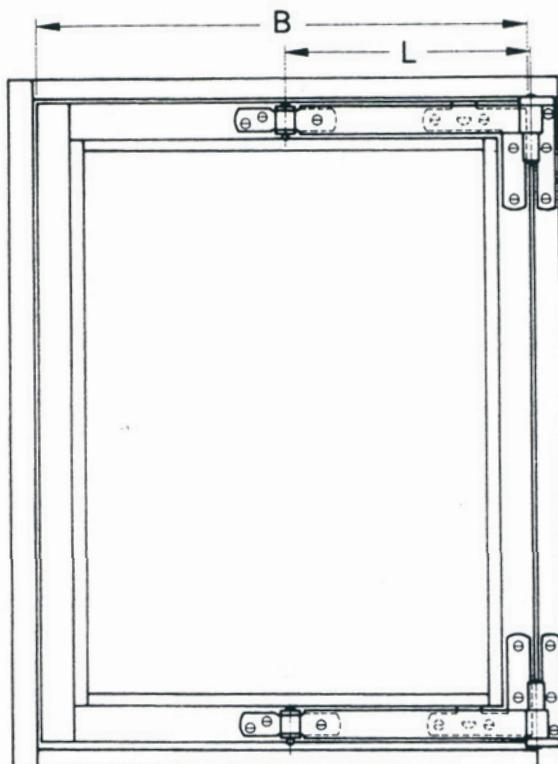

Fig. 1: Vindue forfra
De fire størrelser omsvingsbeslag dækker vinduesbredder (B) fra 500 til 900mm. Beslagets længde (L) vælges således, at den er lig med eller større end halvdelen af vinduesrammernes bredde (B). Øverste og nederste bærevinkel fastskrues på rammen med 4 skruer Ø 4,0 mm som vist på fig. 1.
Omsvingsbeslaget lægges på ramme og karm og stødes mod bærevinklen, som vis på fig. 1. Derefter fastskrues karm- og rammestykke med i alt 6 skruer Ø 5,0 mm længde min 40,0mm